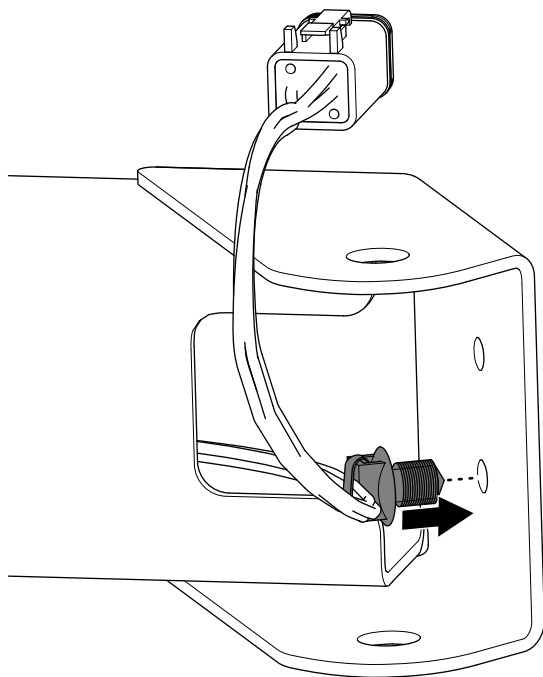

Bild 12
6. Stecken Sie die Eindrückbefestigung des Kabelbaums in das Loch am Ende der Befestigung für den Arbeitsscheinwerfer ein, wie in Bild 12 abgebildet.